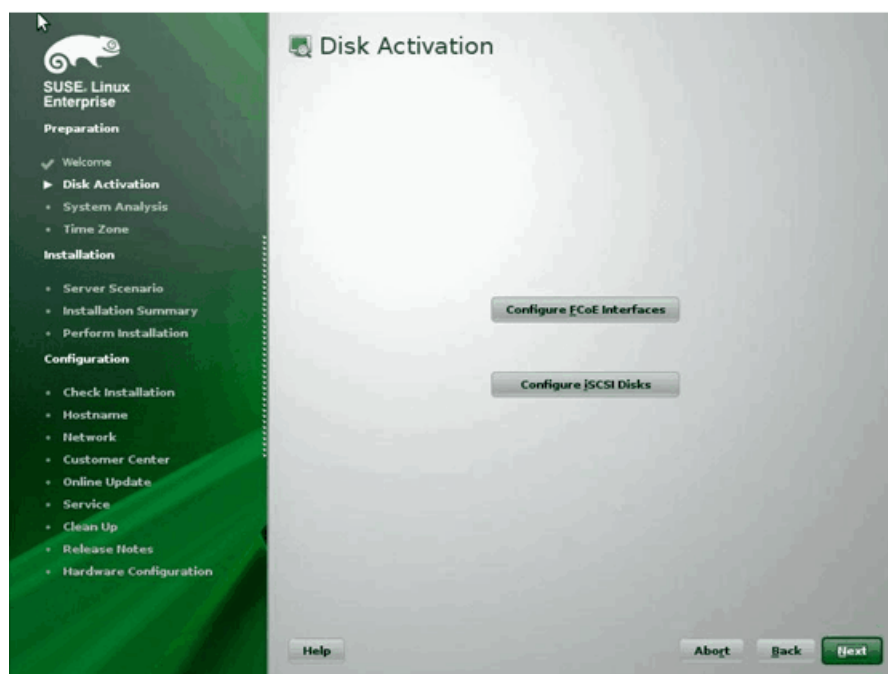

Ilustración 13-14. Activación del disco
4. Cuando se solicite, haga clic en **Configure FCoE Interfaces** (Configurar interfaces de FCoE) (Ilustración 13-14).